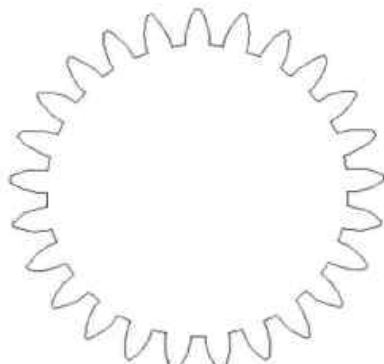

图12-48 修剪图形
**Step11** 将阵列后的图形进行分解操作，然后执行“修剪”命令，对图形进行修剪，结果如图 12-48 所示。